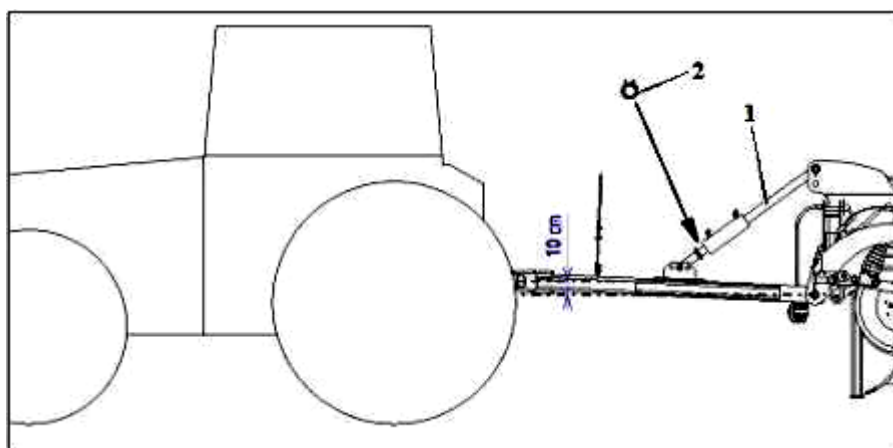

Рисунок 9.
- Параллельность агрегата в рабочем положении регулируется при помощи гидроцилиндра 1 (рис. 9) и клипсами 2, которые устанавливаются на штоке гидроцилиндра 2 дышла культиватора. Рама, по мере возможности, должна быть параллельна земле.
- При работе точка сцепки с трактором должна быть приподнята примерно на 10 см относительно сцепки с культиватором (рис. 9).